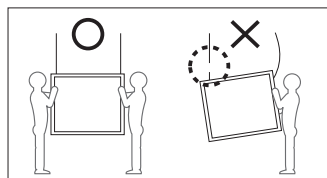

図6
- ・吊り下げ作業は事故防止のため、必ず2名以上で行ってください(図6)。